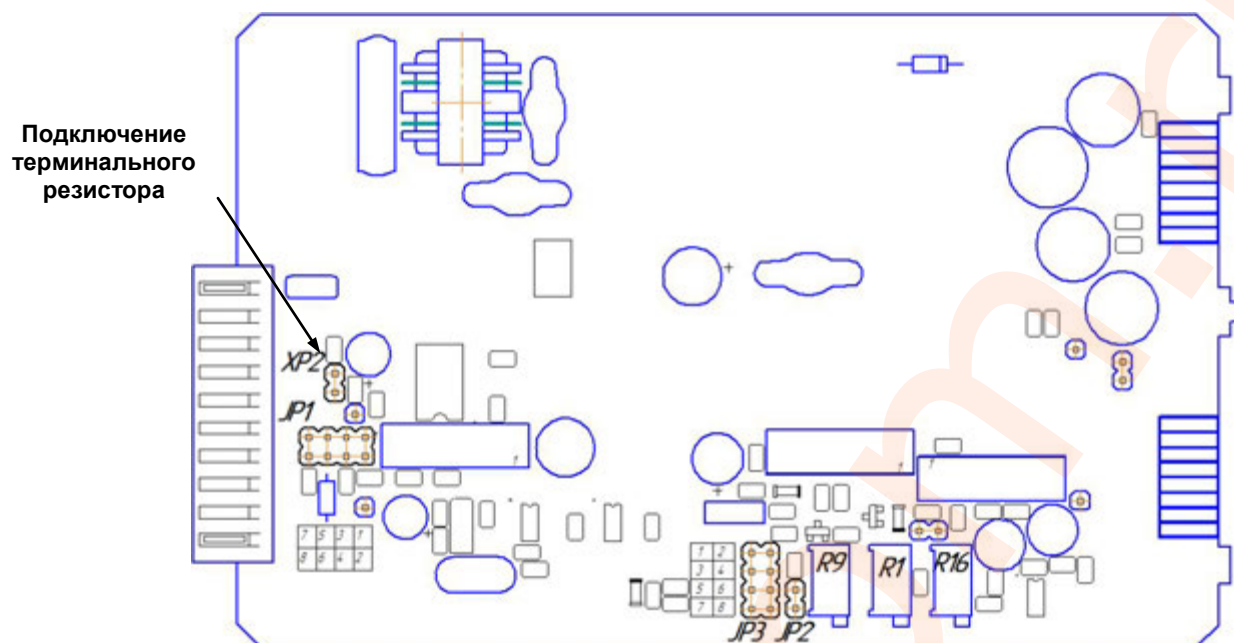
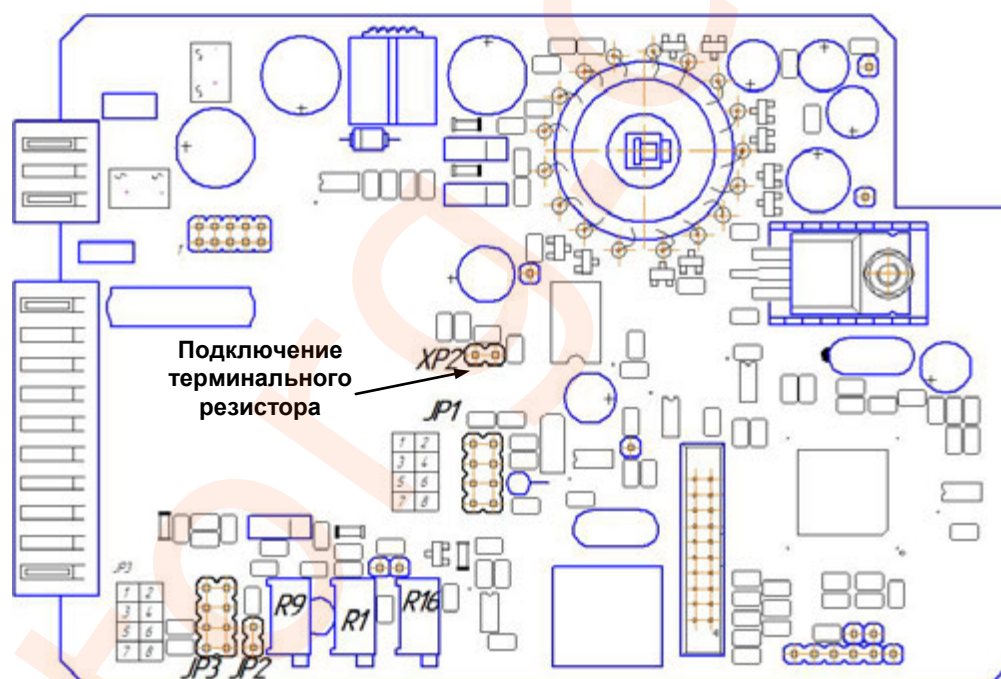

Рисунок 4.2 – Положение перемычек на плате входов БРУ-107
Рисунок 4.3 – Положение перемычек на плате входов БРУ-17
- установить положение переключателей на модуле универсальных входов в положение согласно выбранного типа входного сигнала БРУ-107 (таб. 4.1, рис. 4.2), БРУ-17 (таб. 4.1, рис. 4.3) .
Диапазон изменения выходного аналогового сигнала АО устанавливается переключками JP2, JP3 (см. рисунок 4.2, рисунок 4.3) на модуле универсальных входов/выходов. Типы выходного сигнала и соответствующие положения переключателей приведены в таблице 4.1